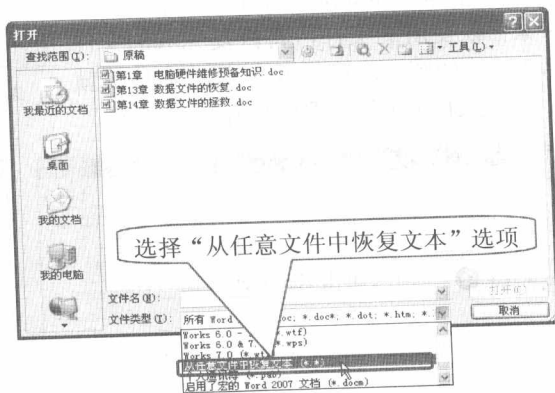

图 10-33 选择“从任意文件中恢复文本”选项
步骤⑤ 单击“文件”|“打开”命令，在弹出的“打开”对话框中，选择“文件类型”下拉列表框中的“从任意文件中恢复文本”选项，然后找到已经损坏的 Word 文档，单击“打开”按钮即可，如图 10-33 所示。